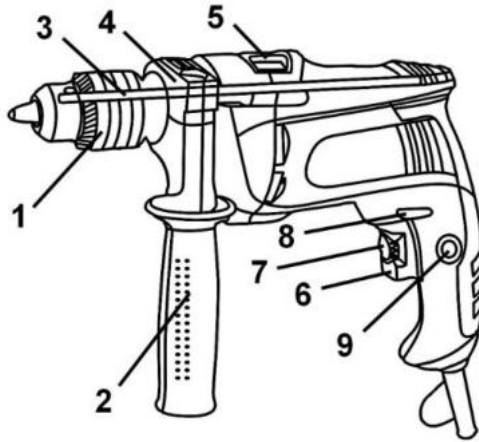

Рисунок 1
Виріб має два режими свердління: ударно-обертальний і обертальний. Перемикання режимів роботи виробу здійснюється переведенням перемикача (5) (див. рис.1) У крайні позиції до відповідного символу режиму роботи:
- ударно-обертальний режим - перемикач (5) повинен бути переведеним до упору у бік символу **T**;
- обертальний режим - перемикач (5) повинен бути переведеним до упору у бік символу **⌚**.
4.2 Виберіть необхідний режим роботи виробу за допомогою перемикача (5) (див. рисунок 1). Перемикання режимів роботи виробу здійснюється переведенням перемикача (5) (див. рис. 1) з одного крайнього положення в інше в бік відповідного символу режиму роботи:
- обертальний режим - перемикач (5) повинен бути переведеним до упору у бік символу **2**.